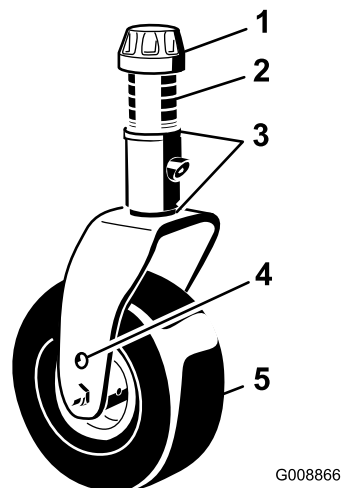
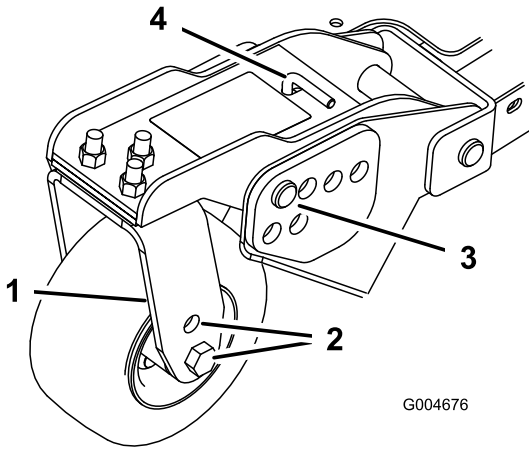
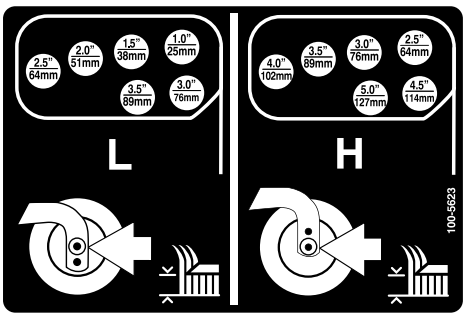

Figure 26
Figure 28
Figure 29
1. Placez les essieux des roues pivotantes dans les mêmes trous sur toutes les fourches (Figure 26 et Figure 28).
2. Enlevez le chapeau de tension de l'axe de pivot et sortez l'axe du bras de la roue pivotante (Figure 26).
- Enlevez la goupille fendue et les axes de chape des bras de pivot (Figure 28).
- Tournez la tige de tension pour élever ou abaisser le bras de pivot jusqu'à ce que les trous soient en face de ceux du support de hauteur de coupe sélectionnés dans le cadre du plateau de coupe (Figure 28 et Figure 29).